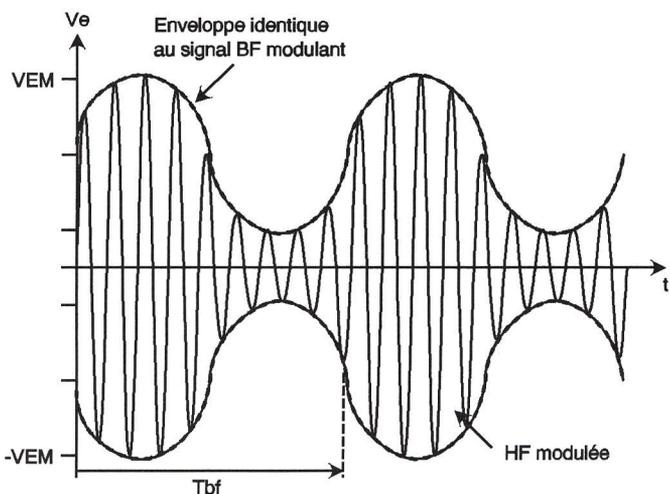

Fig 2a Signal module en amplitude
que l'on veut vider le condensateur, c'est-à-dire avant chaque nouvelle mesure de tension crête. La solution précédente fonctionne parfaitement tant que l'amplitude de la tension V_e évolue très lentement ou reste constante. Lorsque V_{em} évolue périodiquement à une fréquence élevée comme cela est par exemple le cas avec des signaux modulés en amplitude (figure 2a), la solution à base d'interrupteur précédente est totalement inexploitable. Remarquons au passage que le signal modulé en amplitude de la
figure 2a correspond à un signal HF sinusoïdal modulé par un signal BF lui aussi sinusoïdal, ce qui est un cas d'école classique. En pratique, le signal modulant est un signal audio, parole ou musique. Pour fixer les esprits au niveau des fréquences, nous envisagerons le cas pratique de la démodulation d'un signal modulé en amplitude tel qu'on peut l'observer dans un récepteur grandes ondes (GO) ou petites ondes (PO) du commerce. Pour ces récepteurs, la détection d'amplitude (on dit aussi démodulation d'amplitude) s'effectue sur le signal de sortie de l'amplificateur moyenne fréquence (de valeur standard $F_h = 455 \text{ kHz}$). Nous supposons, pour les besoins de la cause, que le signal modulant (l'enveloppe des signaux de moyenne fréquence) possède une fréquence propre F_b de 4,55 kHz soit 100 fois moins que la fréquence moyenne. Notons au passage que la bande passante, fréquence maximale du signal modulant donc des